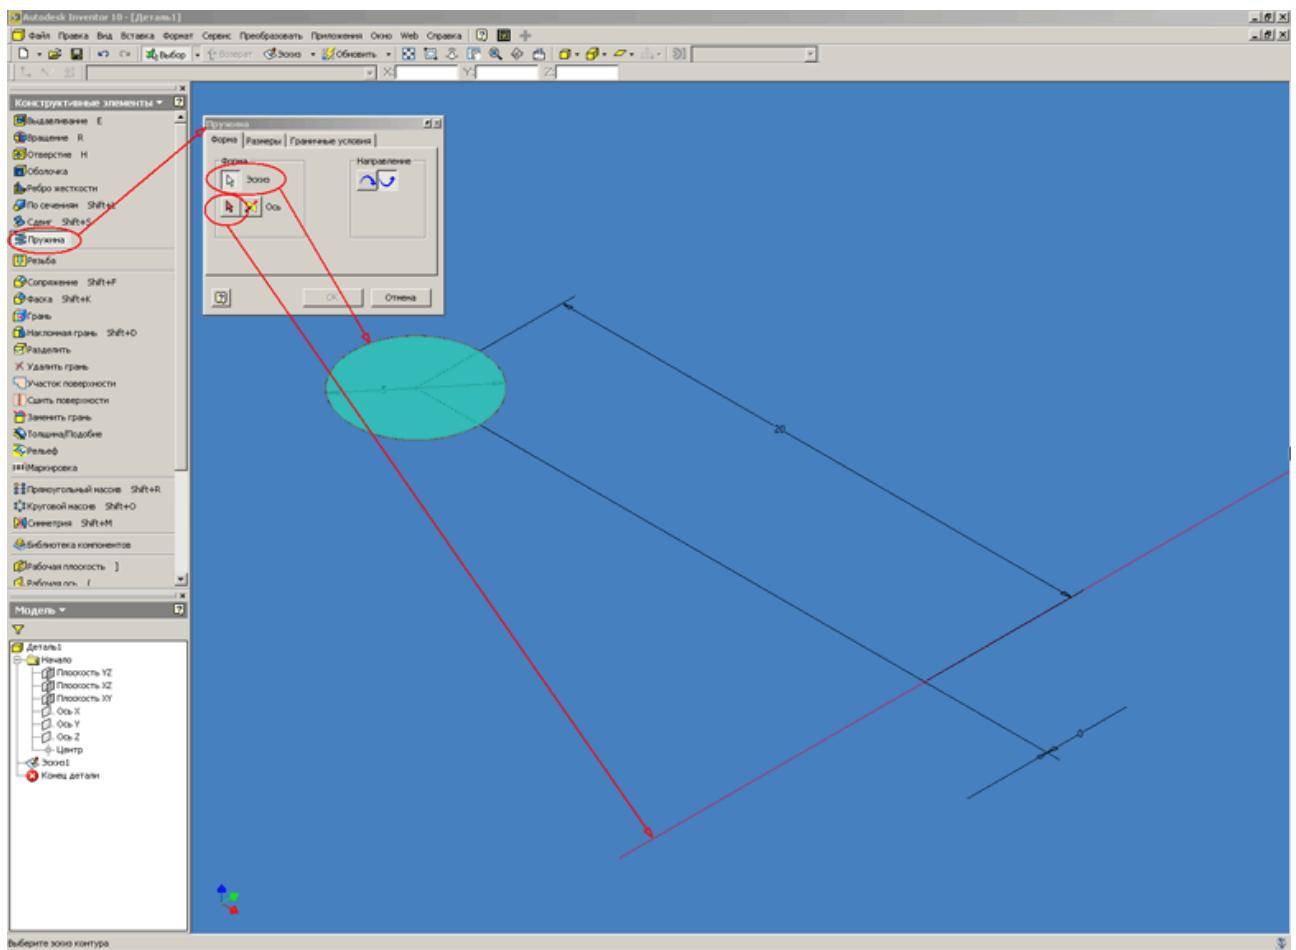

Рис. 2
2. Переходим к построению самой пружины. Для этого нажимаем кнопку «Возврат» и попадаем в палитру конструктивных элементов. Вызываем команду «Пружина». В качестве эскиза указываем сечение пружины, а в качестве оси – спроектированную координатную ось «Y» (см. Рисунок 2).